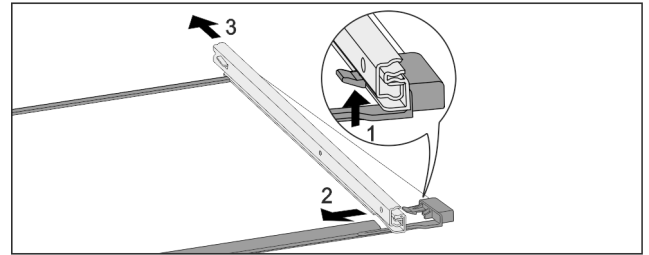

Fig. 105 Glasplatte mit Schienen
- ▶ Vorderen Rasthaken nach oben drücken. Fig. 105 (1)
- ▶ Auszugsschiene zur Seite Fig. 105 (2) und nach hinten Fig. 105 (3) wegschieben.